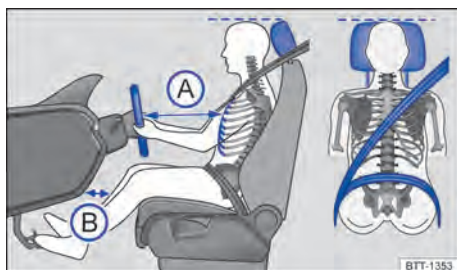

Fig. 20 Distância correta do condutor em relação ao volante, posição correta do cadarço do cinto de segurança e ajuste correto do apoio para cabeça.
- Ajustar o banco de modo que a distância entre o volante e o tórax tenha no mínimo 25 cm → Fig. 20 (A) e que o condutor possa segurar o volante pela borda externa com as duas mãos e os braços ligeiramente dobrados.
- Ajustar o banco do condutor na direção longitudinal de modo que os pedais possam ser acionados com as pernas ligeiramente arqueadas e a distância para o painel de instrumentos na área do joelho seja de, no mínimo, 10 cm → Fig. 20 (B).
- Ajustar o apoio para cabeça de modo que a sua borda superior se encontre preferencialmente na mesma linha da parte superior da cabeça → Fig. 20 – porém não abaixo da altura dos olhos. Posicionar a parte posterior da cabeça o mais perto possível do apoio para cabeça.